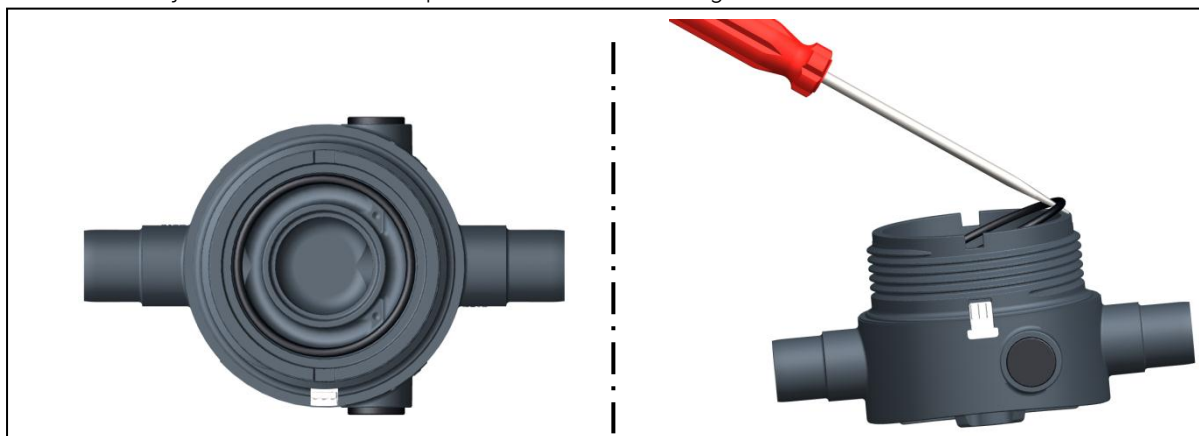

Fig. 10
- Retirar 2 juntas tóricas de la pieza de base, ver la fig. 10